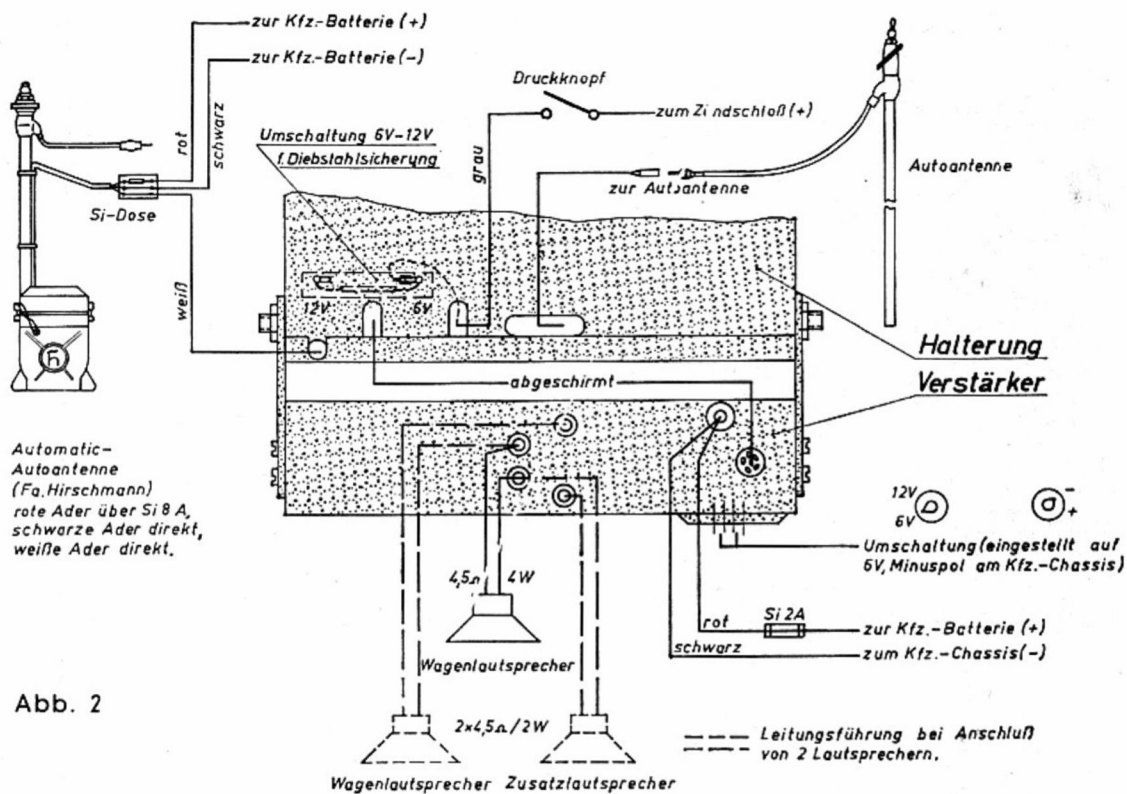

Abb. 2
2. Bevor Sie Halterung und Lautsprecher endgültig einbauen, schließen Sie zunächst die Halterung incl. Verstärker direkt an die Autobatterie an. Führen Sie den Stecker der Autoantenne in die Buchse des an der Halterung festmontierten Anschlußkabels ein und stecken Sie den Lautsprecher-Stecker in die Buchsen des Verstärkers (siehe Abb. 2). Jetzt schieben Sie den Empfänger in die Halterung ein und überprüfen die Funktion des Lautsprechers und der Halterung mit dem Verstärker.
3. Zum Entnehmen des Empfängers aus der Einschubhalterung ist es erforderlich, die aus der Halterung kommende graue Leitung (siehe auch Abb. 2 und 4) **über den Druckknopf** an Plus-Potential des Zündschlosses anzuschließen. Beim Drücken des Druckknopfes schieben Sie zugleich das Gerät leicht nach hinten, wodurch sich die Verriegelung löst und das Gerät herausgenommen werden kann. **Versuchen Sie nicht, das Gerät mit Gewalt der Halterung zu entnehmen!**
g) Den elektrischen Anschluß Lautsprecher — Verstärker gemäß Abb. 2 und 4 vornehmen.
n) Den elektr. Anschluß gemäß Abb. 2 und 4 vornehmen.